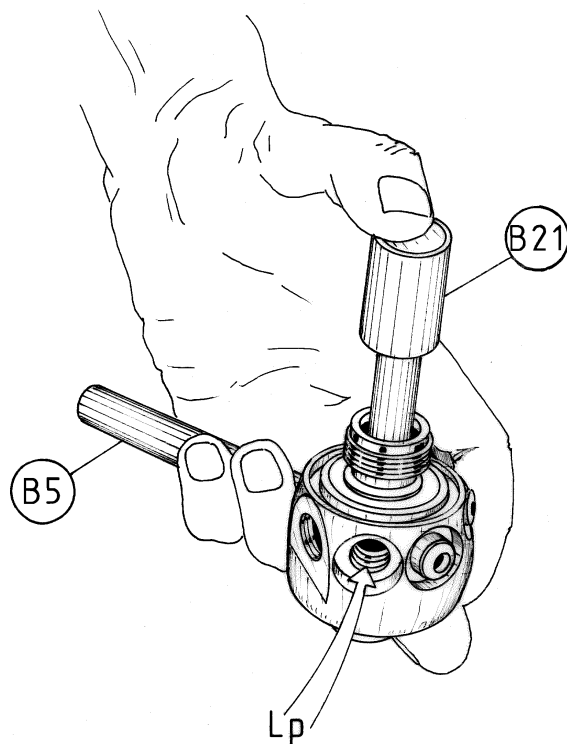

FIG. 3
- 11. Coloque la herramienta especial (B-21) en el asiento de la Válvula de la Primera Etapa (75) y presione ligeramente. Introduzca aire comprimido (110 p.s.i. - menos de 7 bar) en un orificio de baja presión (3/8") (Fig. 3).